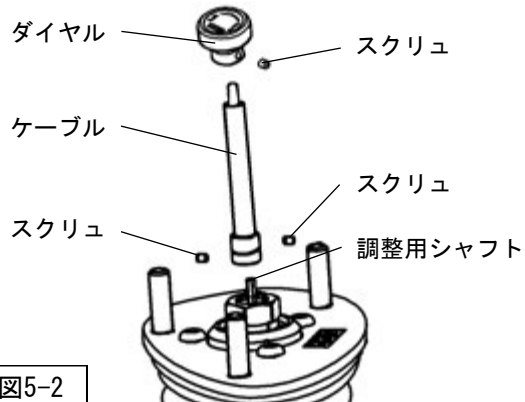

図5-2
2. 減衰力調整ケーブル（同梱品）からダイヤルを取外し、リアサスペンションASSY先端の調整用シャフトにケーブルを取付けてください。（図5-2）
3. 調整用シャフト側面の平面部にスクリュの位置を合わせ、ケーブルを固定してください。スクリュの締め付けは六角レンチ（1.5mm・同梱品）を使用してください。（図5-2）
5. ケーブルにダイヤルを取付け、スクリュで固定してください。スクリュの締め付けは六角レンチ（1.5mm・同梱品）を使用してください。（図5-2）